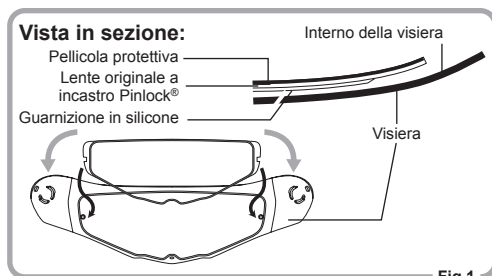

Fig.1
1. Applicare la parte con guarnizione in silicone della lente originale a incastro Pinlock® all'interno della visiera senza rimuovere la pellicola protettiva dalla lente. Nello stesso tempo, applicare la lente originale a incastro Pinlock® all'interno della visiera inserendola e facendo scattare i perni eccentrici. (Fig 1 e 2)